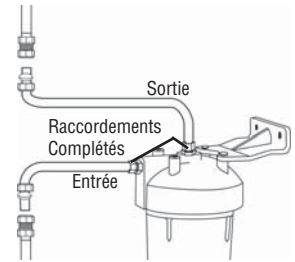

Figure 9
9. Raccorder les deux bouts du tuyau au filtre et au tuyau d'eau à l'aide des raccords à compression. Ne pas trop serrer les écrous. (Figure 9)